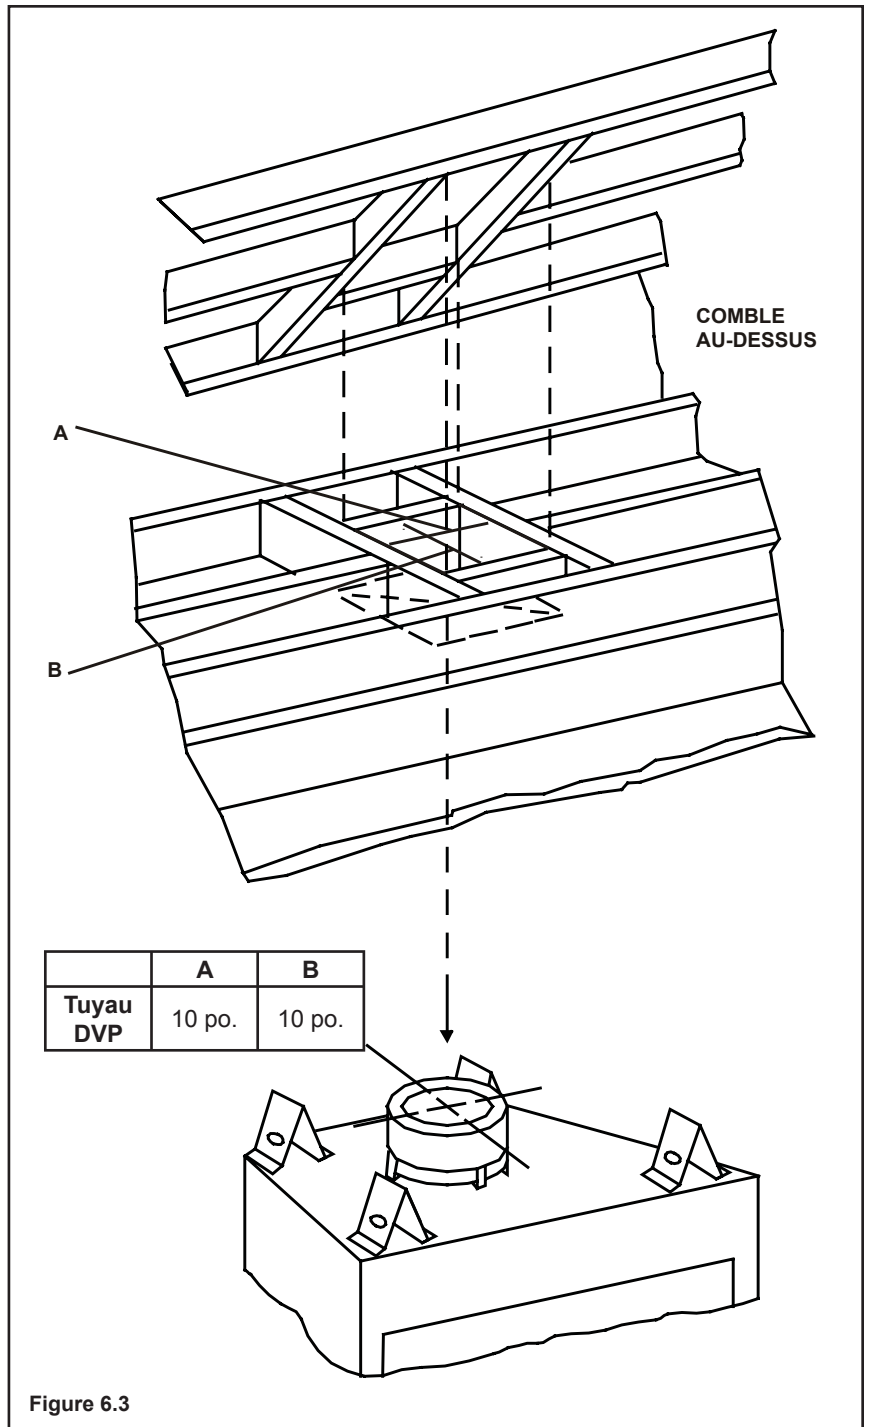

Figure 6.3
Dans un mur combustible, encadrez une ouverture pour un écran pare-feu (Figure 6.3) à chaque fois que vous percez un mur. Utilisez des matériaux d'encadrement de mêmes dimensions que ceux qui ont servis à construire le mur. L'écran pare-feu maintient les dégagements minimum et prévient l'infiltration d'air froid.
- Encadrez une ouverture de 10 po. par 10 po. à chaque fois que le système d'évacuation pénètre dans un plafond/plancher (voir Figure 6.3).